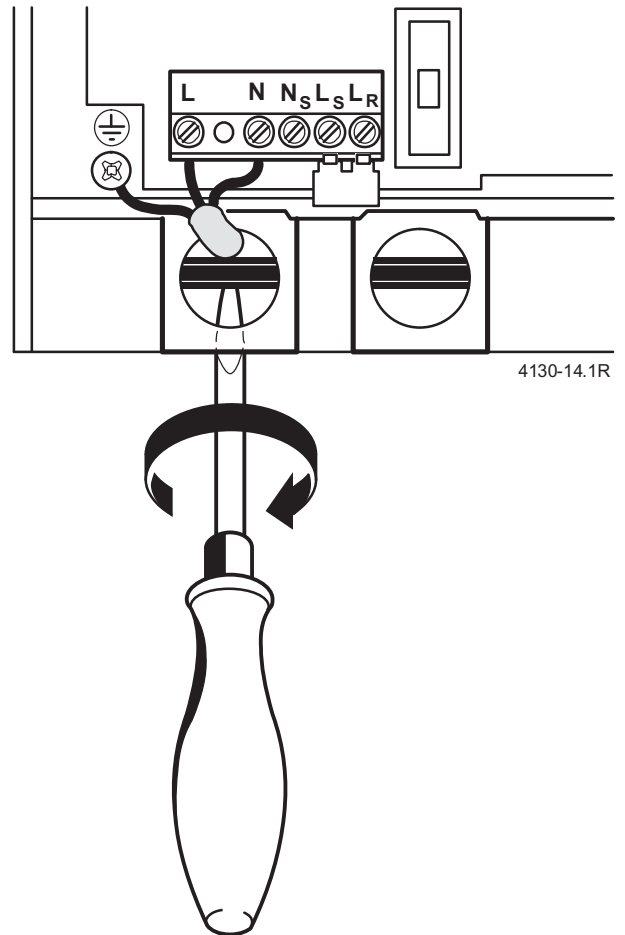

Bild 16
- Kabel durch Zugentlastung führen und nach Bild 16 anschließen.